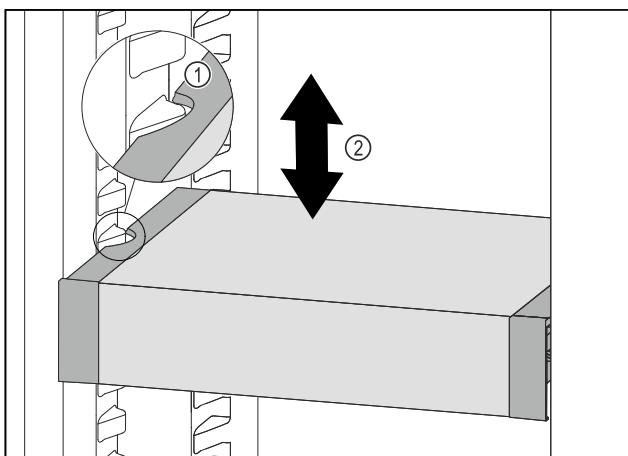

Fig. 103
- Потягнути VarioSafe вперед, поки бокові заглиблення VarioSafe не опиняться на рівні ребра для резервуара в охолоджувальному відділенні. Fig. 103 (1)
- Пересувайте VarioSafe вгору або вниз в охолоджувальному відділенні до тих пір, поки не досягнете бажаної висоти. Fig. 103 (2)